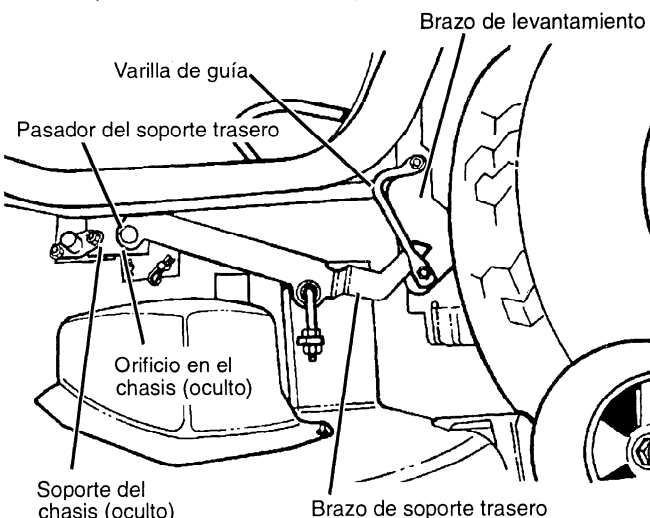

FIGURA 7
- Coloque la plataforma de modo que los brazos de soporte traseros queden entre las varillas de guía doradas y los brazos de levantamiento en el lado exterior (vea la Figura 7).
permite alinear los orificios en la parte delantera de las ménsulas de soporte traseras con los orificios en el soporte del chasis (vea la Figura 7).